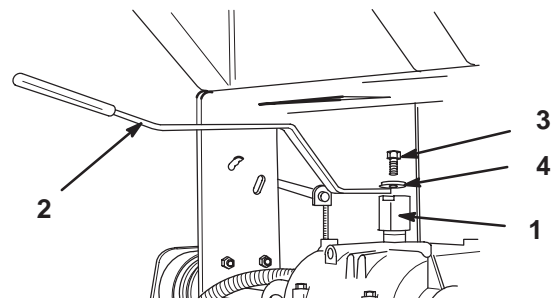

Bild 2
1. Richten Sie den Befestigungsblock mit den flachen Seiten der Welle an der Oberseite des Getriebes aus und schieben Sie ihn auf die Welle (Bild 2).
5. Entfernen Sie bei einem falschen Abstand den Hebel und biegen ihn etwas, um ihn zu justieren (Bild 2).